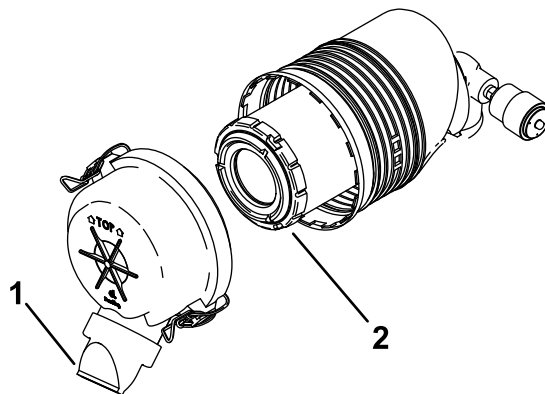

Figura 41
5. Montate il coperchio del filtro dell'aria con il coperchietto antipolvere orientato verso il basso come illustrato nella Figura 41 e fissate i fermi.